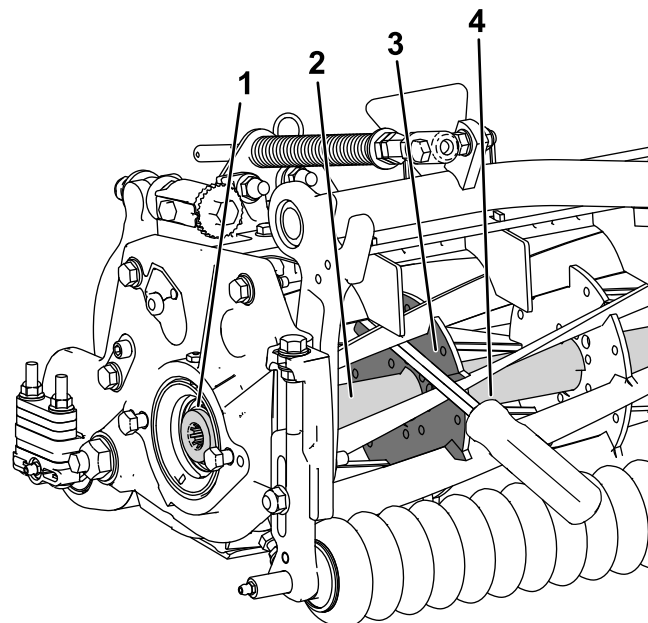

図 29
1. 長い柄のバール9 mm x 30 cm 程度のドライバータイプのもの。握りのついているものがよいを用意する。バールは、トルク作業を行う側に近い側で、リールの前から差し込むようにする 図 29。
2. リール補強版の溶接側からバールを入れる 図 29と、